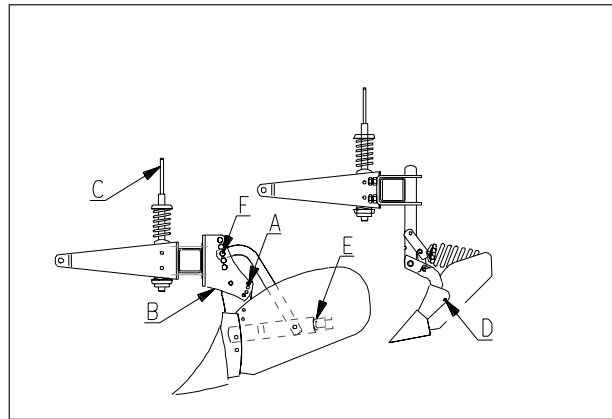

Fig. 46
**b. Häufelkörper (Abb. 46):**Einstellung bei Bodenabsuchung:
**c. Häufelkörper mit Steinsicherung (Abb. 46):**Einstellung bei Bodenabsuchung: